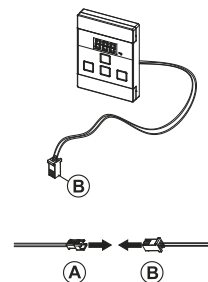

Fig. 3
4. Conectar el otro terminal del cable A (A) al conector B (B) del panel de control (Fig. 3);